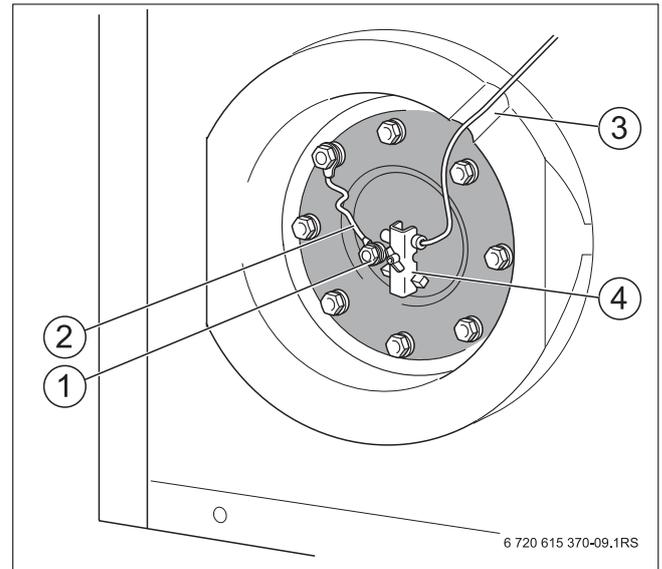

Рис. 10 Подключения на смотровом люке
- ▶ Проведите провод датчика через паз в теплоизоляции (→ рис. 10, [3]) к крышке люка.
- ▶ Установите датчик температуры в соответствии с геометрической формой и диаметром в крепление датчика (→ рис. 10, [4]).